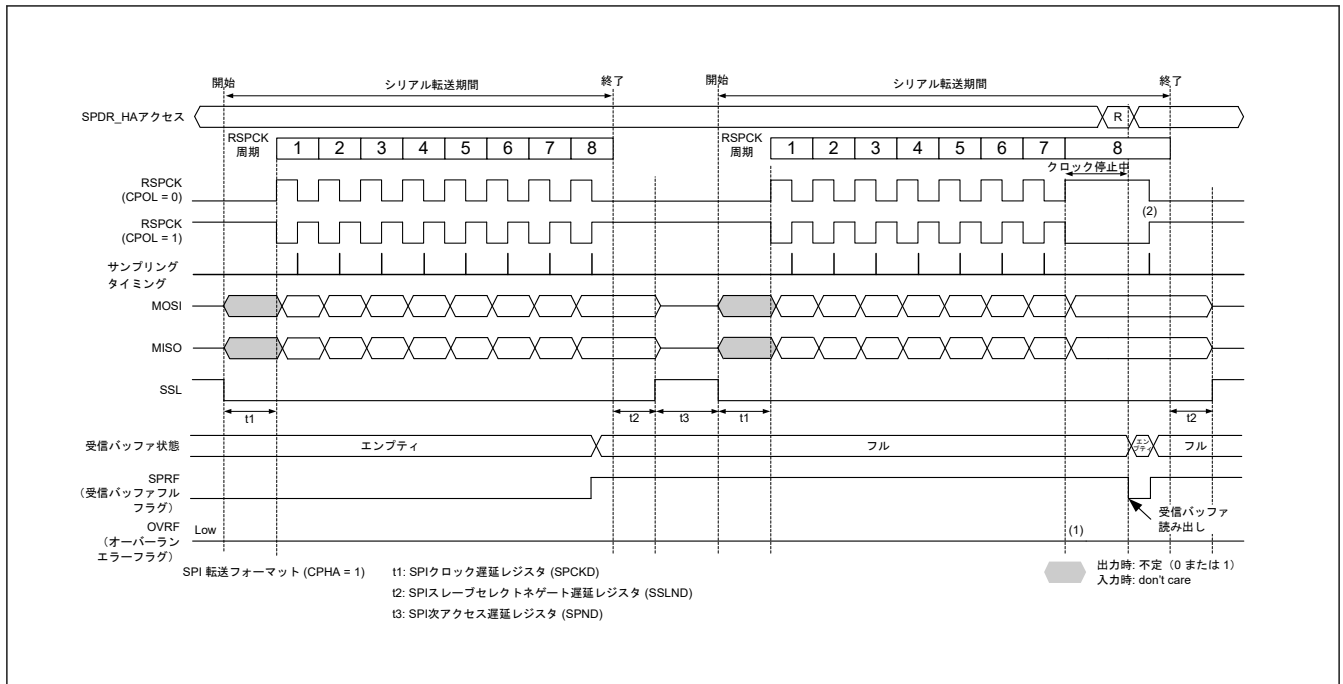
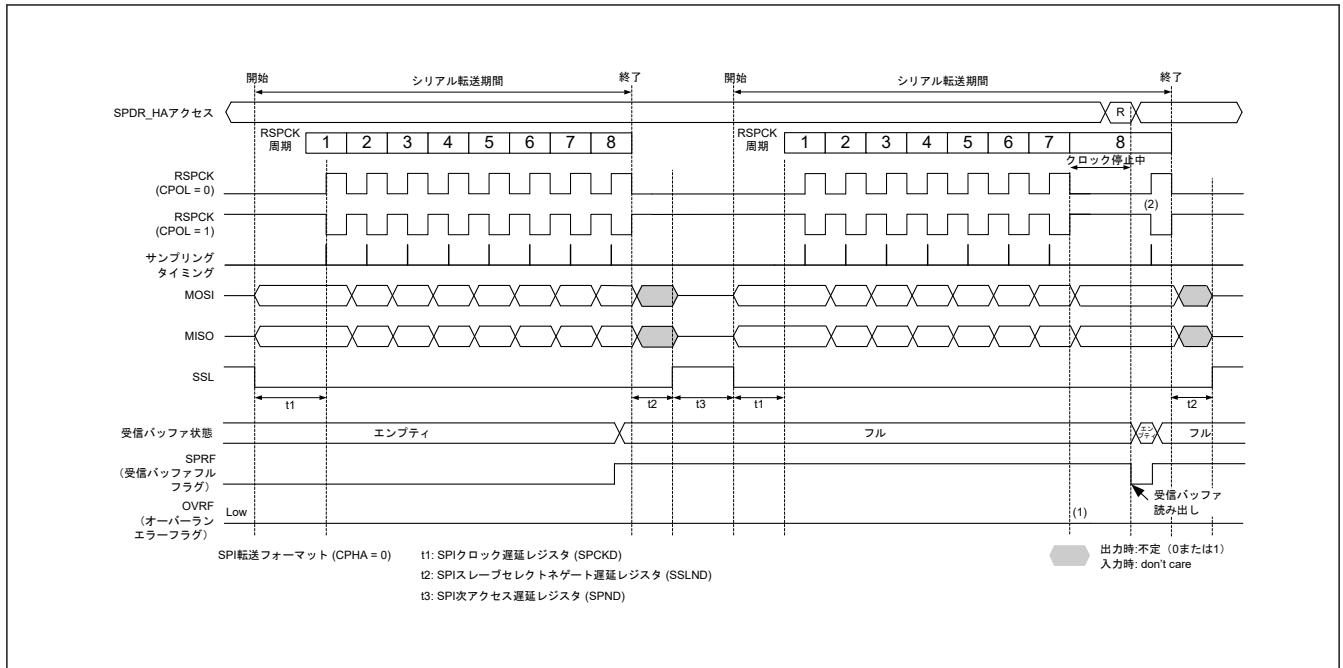

図 30.38 マスタモードの受信バッファフル状態でシリアル転送が継続するときのクロック停止波形 (SPCMDm.CPHA = 1)
図 30.39 マスタモードの受信バッファフル状態でシリアル転送が継続するときのクロック停止波形 (SPCMDm.CPHA = 0)
マスタモードで RSPCK 自動停止機能を有効 (SPCR2.SCKASE = 1) にした場合は、オーバーランエラーが発生しません。図 30.38、図 30.39 にマスタモードの受信バッファフル状態でシリアル転送が継続するときのクロック停止波形を示します。
以下に、図 30.38 および図 30.39 の (1)、(2) に示したタイミングでのフラグ動作を説明します。